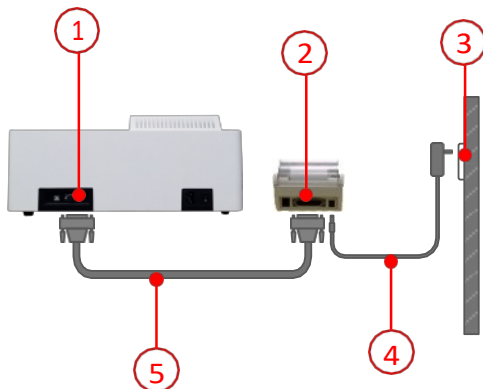

Fig. 3-2 Connexion de l'imprimante série
Vérifiez que l'instrument et l'imprimante série sont tous deux hors tension. Insérez la sortie de l'adaptateur d'alimentation de l'imprimante (4) dans l'imprimante et branchez l'adaptateur sur une prise de courant (3), comme illustré à la figure 3-2. Connectez l'extrémité femelle du câble de données (5) au port série de l'instrument
(1) et l'extrémité mâle au port série de l'imprimante (2). Avant de mettre les deux appareils sous tension, assurez-vous que l'instrument est également connecté à une prise de courant (non illustrée).